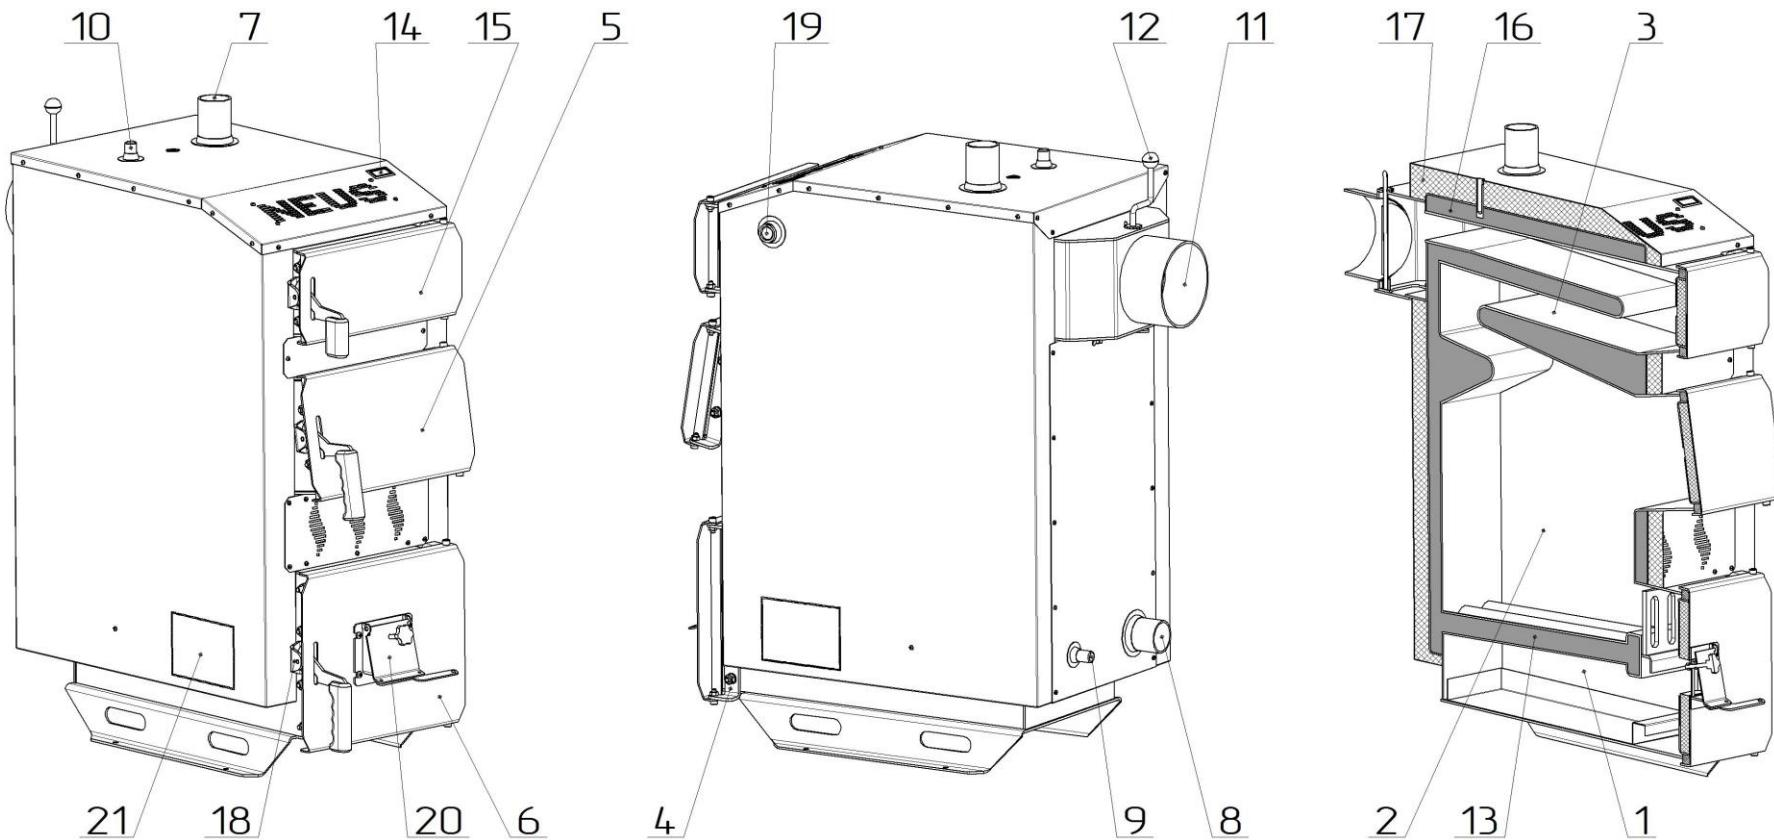

Рисунок 2 – Основні елементи котла Неус-Практик-М
Конструктивно котел являє собою збірно-зварену конструкцію, що складається з корпуса (поз. 1, рис. 2) з камeroю згоряння (топкою) (поз. 2, рис. 2). Конвекційна частина котла складається з трьохходового теплообмінника (поз. 3, рис. 2), який розташований безпосередньо над топкою.
Корпус котла виконаний в формі паралелепіпеду з подвійними стінками, які розділені водними перегородками (поз. 16, рис. 2). На зовнішній поверхні корпуса під декоративною обшивкою закріплена теплова ізоляція. (поз. 17, рис. 2).
Паливо для процесу спалення завантажується на колосникові грати (поз. 13, рис. 2) крізь завантажувальні дверцята (поз. 5, рис. 2). Згоряння палива в топці відбувається за участю повітря, яке постачається наступним чином:
- у котлі Неус-Практик-М – крізь вікно клапана подачі повітря (поз. 20, рис. 2), що закривається кришкою під колосникові грати. Кількість повітря, необхідного для процесу згоряння, регулюється механічним регулятором тяги, який шляхом натягу або послаблення ланцюга керує положенням кришки клапана. **Регулятор тяги не входить до комплекту поставки котла.**
Для монтажу вентилятора можна використовувати спеціальний фланець, розміщений на бічних стінках корпусу котла під декоративною обшивкою (поз. 21, рис. 2), або встановлювати вентилятор на дверцятах (поз. 6, рис. 2) замість клапана подачі повітря (поз. 20, рис. 2).
Підведення і відведення теплоносія здійснюється відповідно через патрубки зворотної мережної води (поз. 8, рис. 2) і прямої мережної води (поз. 7, рис. 2).
Топочні гази виходять у димохід крізь боров (поз. 11, рис. 2), розташований у задній частині котла. Боров обладнано вбудованим дросельним клапаном продуктів згоряння – шибером (поз. 12, рис. 2). У випадку надто високої тяги у димоході шибер дає можливість її знизити шляхом часткового перекривання вихідного отвору борова.
У верхній частині корпуса котла розташований штуцер для встановлення запобіжного клапана котла (поз. 10, рис. 2).
На задній стінці корпуса у нижній її частині розміщено штуцер для зливу води з котла (поз. 9, рис. 2).
Ревізійний дверцята (поз. 6, рис. 2), що розташовані на передній стінці котла, необхідні для можливості спорожнення підколосникової зони та чищення колосникових грат.
Для чищення конвекційної частини котла передбачені дверцята (поз. 15, рис. 2).
Конструкцією котла передбачена можливість зміни сторони відкривання дверцят. Для того, щоб змінити положення осі відкривання дверцят з правої (відкриваються зліва направо, як зображено на рис. 2) на ліву, необхідно відкрутити дві гайки, що тримають кронштейн поз. 4 (рис. 2), зняти дверцята з кронштейном, відкрутити гвинт, що тримає пластикову ручку дверцят, розвернути ручку на 180° , та встановити її на місце, прикрутивши гвинт. Після чого відкрутити дві гайки що тримають кронштейн поз. 18 (рис. 2). Розвернувши дверцята на 180° , закріпити їх кронштейн на тому місці, де було встановлено кронштейн пальця (поз. 18, рис. 2), який, в свою чергу, закріпити на місці, де було встановлено кронштейн дверцят (поз. 4, рис. 2).